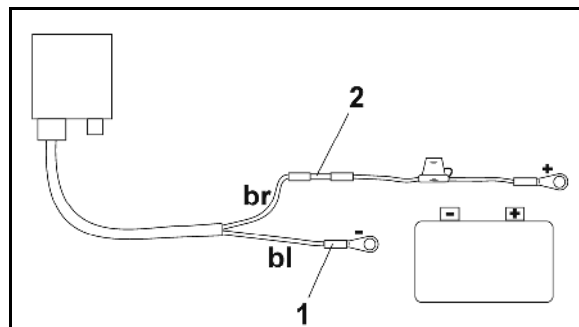

Fig. 17
5. Introduceți firul albastru (masa) în veriga inelară (Fig. 17/1).
7. Introduceți firul maro (+ 12 Volți) în capătul liber al conectorului de îmbinare cap la cap (Fig. 17/2).
9. Fretați conectorul de îmbinare cap la cap (Fig. 17/2) cu o sursă de căldură (brichetă sau uscător cu aer fierbinte), până când adezivul iese în afară.